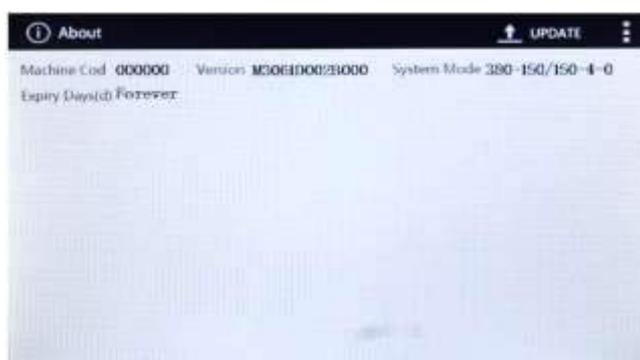

Fig. 3-14 Pantalla Información de Versión
- Haga clic en el botón **"ABOUT"** para visualizar a la información acerca de la versión de firmware del equipo (Fig. 3-14).